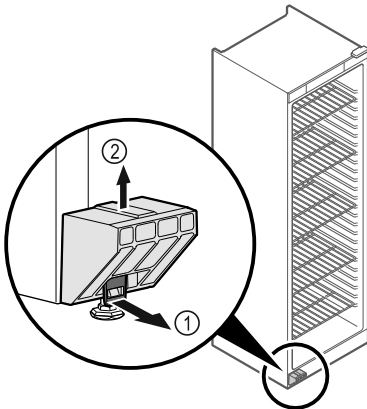

Fig. 5
- Lasche Fig. 5 (1) nach vorne ziehen.
- Transportsicherung Fig. 5 (2) nach oben abziehen.